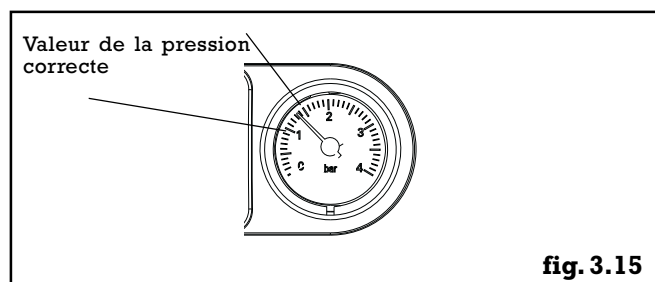

fig. 3.15
- remplir l'installation jusqu'à ce que la pression indiquée par le manomètre (fig. 3.15) atteigne 1 à 1,5 bar